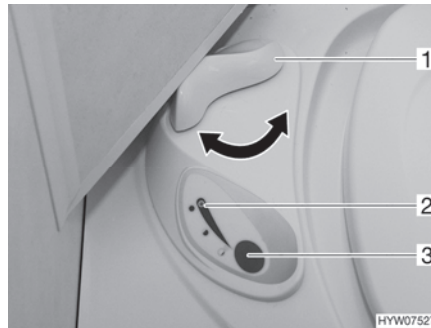

Fig. 156 Unidad de mando inodoro Thetford
- Antes del lavado, abrir la corredera del inodoro Thetford. Para ello, girar la palanca de corredera (Fig. 156,1) en sentido contrario a las agujas del reloj.
- Para lavar, pulsar el botón del inodoro azul (Fig. 156,3).
- Tras el lavado, cerrar la corredera. Para ello, girar la palanca de corredera (Fig. 156,1) en sentido de las agujas del reloj.
La luz de control (Fig. 156,2) se enciende cuando es necesario vaciar el cassette Thetford.